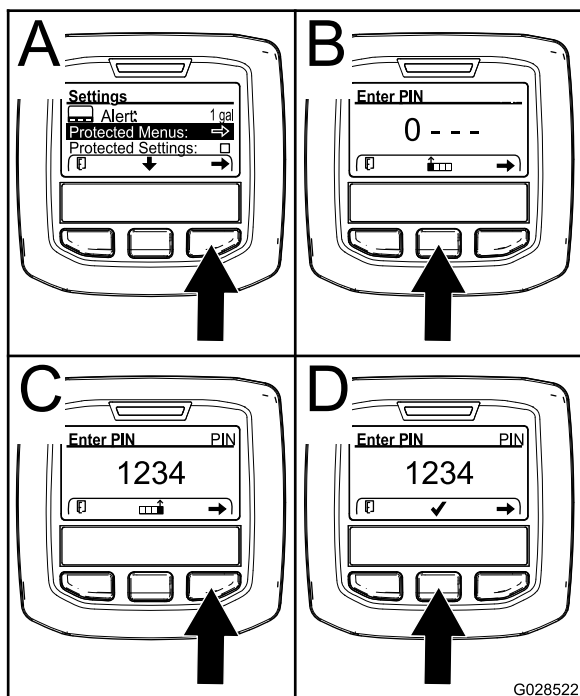

Figura 9
2. No menu de DEFINIÇÕES, utilize o botão central para ir até ao menu PROTEGIDO e prima o botão direito (Figura 9).